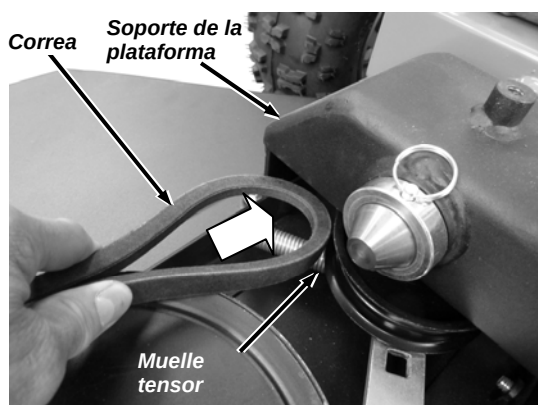

Figura 5
4. Inserte la correa sobre el muelle tensor y a través del interior del soporte de pivote de la plataforma. (**Figura 5**).